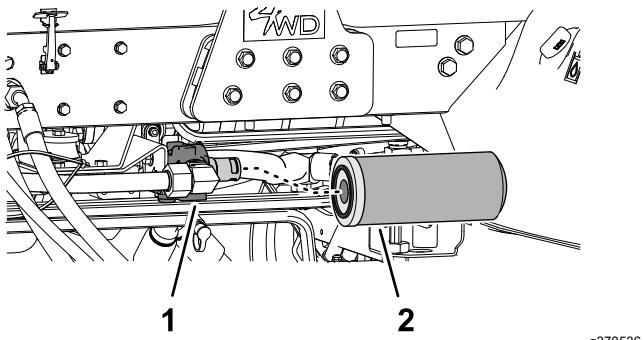

Bild 153
1. Reinigen Sie den Bereich um den Rücklauffilter und den Filterkopf (Bild 153).